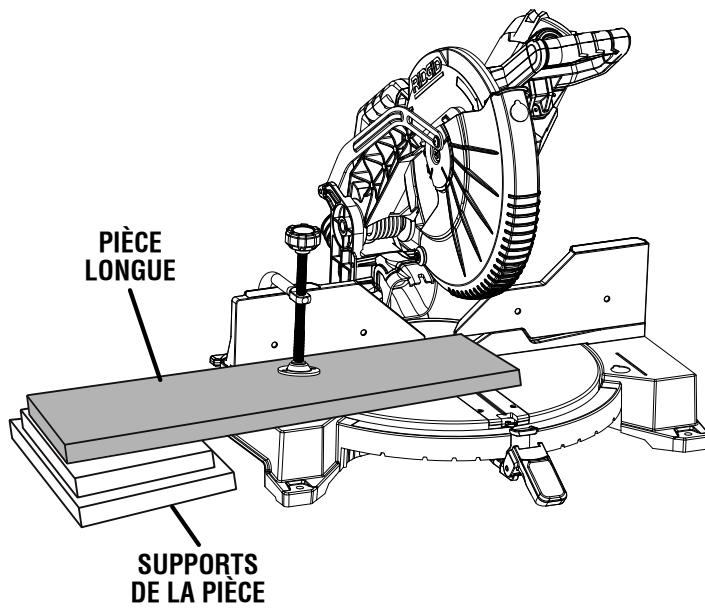

Fig. 29
- Lors de la coupe de planches ou de moulures longues, soutenir l'extrémité libre de la pièce avec un chevalet à rouleau ou un plan de travail se trouvant au même niveau que la scie. Voir la figure 29.
- Lors de la coupe de longues pièces ou moulures, retenez l'extrémité opposée de la pièce avec un support à rouleau ou une surface de travail de niveau avec la table de la scie. Voir la figure 29.
Voir la figure 29.